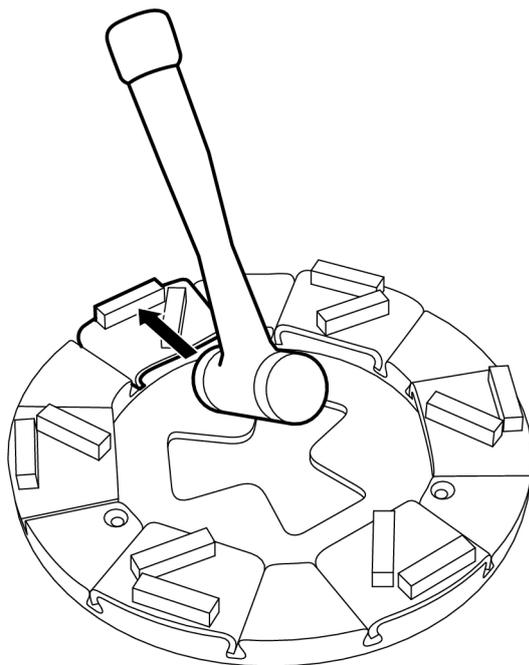

Figure 4-13. Verrouillage de l'outil de ponçage
2. Pour caler l'outil de ponçage dans le support, frappez légèrement dessus avec un maillet en caoutchouc, voir Figure 4-13, page 23
3. Pour caler l'outil de ponçage dans le support, frappez légèrement dessus avec un maillet en caoutchouc, voir Figure 4-13, page 23